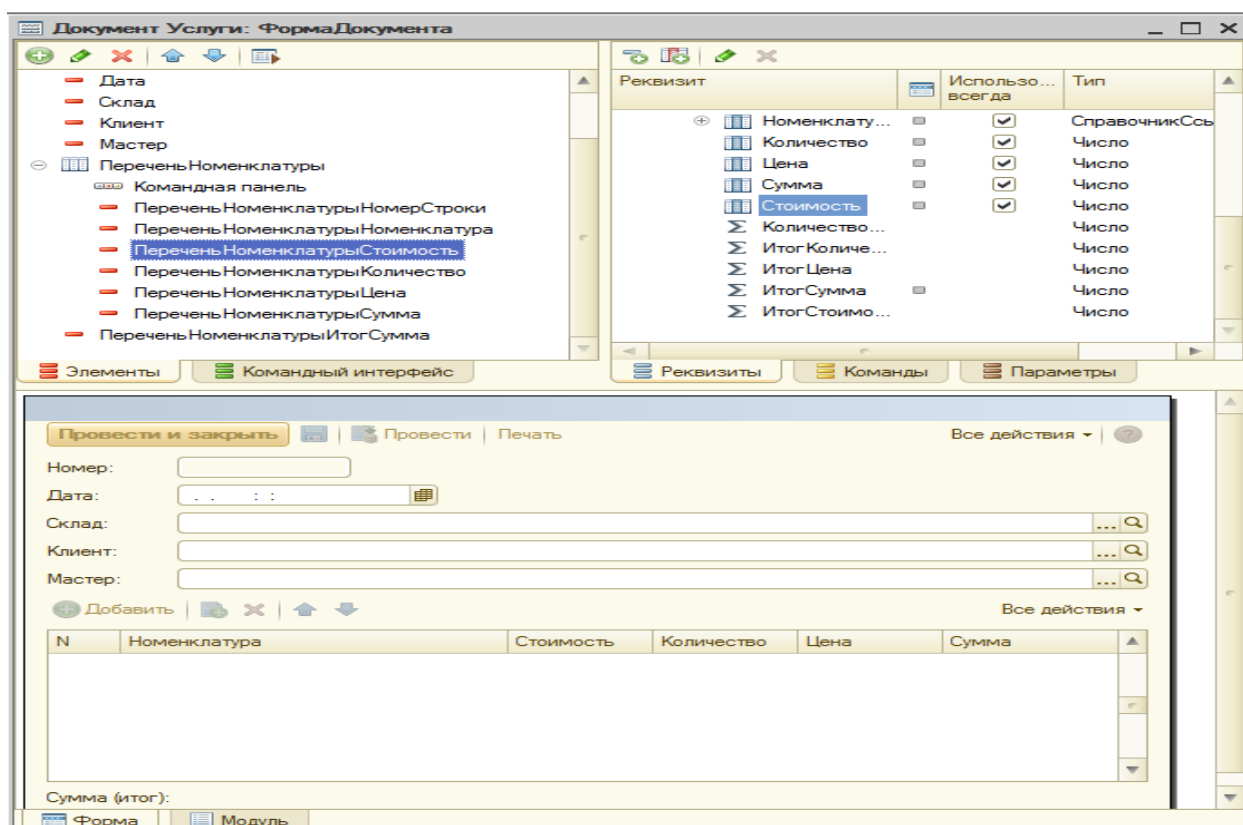

Рис. 89
- откройте форму ФормаДокумента документа Услуги, найдите в списке реквизитов (вверху справа)реquisite Стоимость и перетащите его в перечень элементов формы (вверху слева) расположив его после элемента Номенклатура (рис. 89).